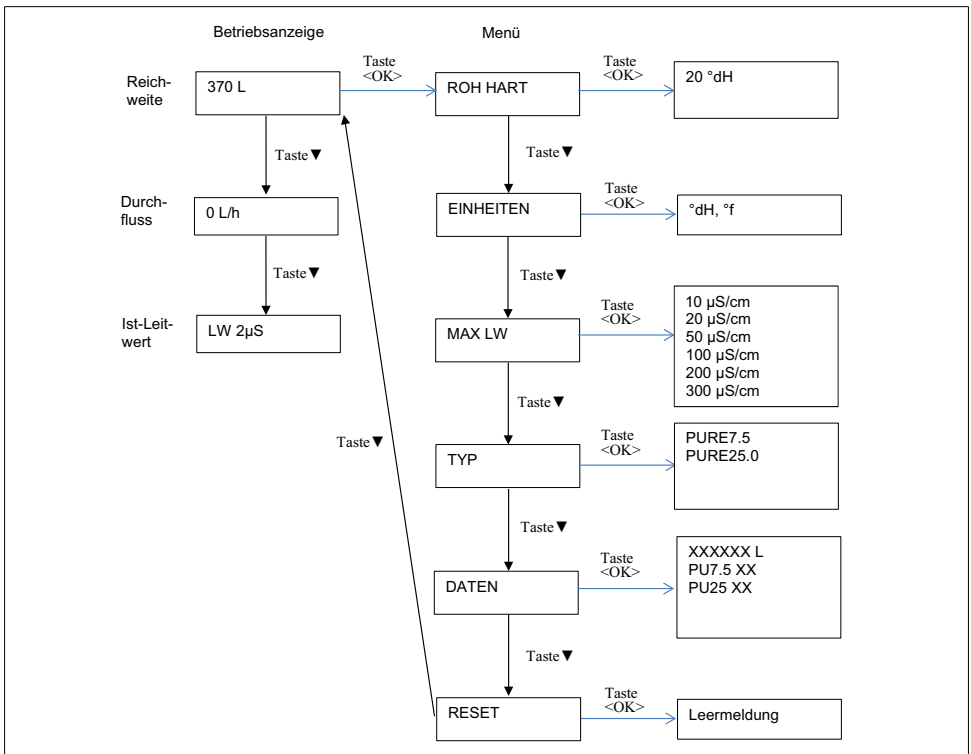

Abb. 6: Menüstruktur
- Ausgangsseitigen Kugelhahn öffnen (siehe Abb. 6).